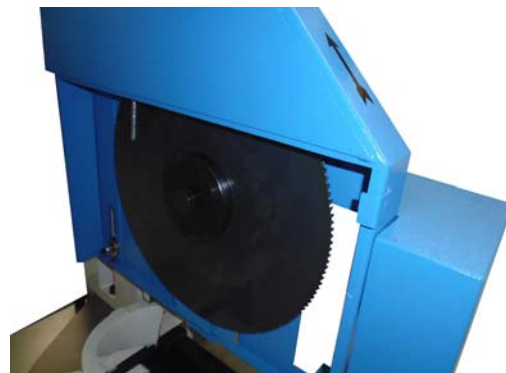

Abb. 11: Motordrehrichtung überprüfen
Schritt 4: Das Sägeblatt aufsetzen. Dabei auf die richtige Position der Verzahnung achten! Drehrichtung siehe Pfeil auf dem Sägeblatt-Schutz [Abb. 11].